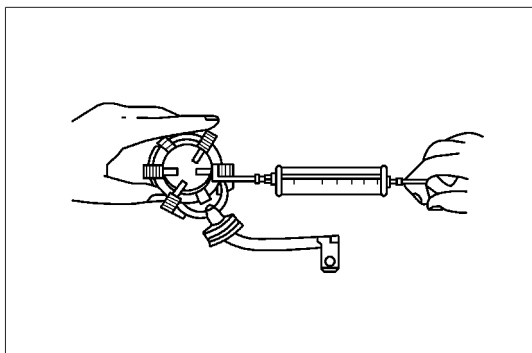

图 3-23 测量电刷弹簧力
2) 如图 3-23 所示, 使用弹簧秤测量电刷弹簧力。如果不符合规定值, 则更换电刷及电刷固定器。